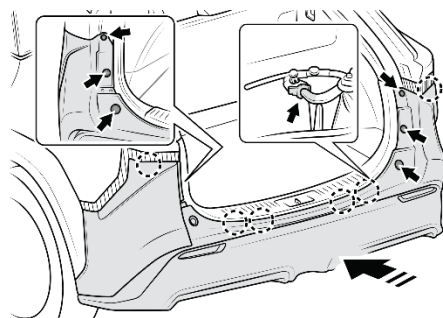
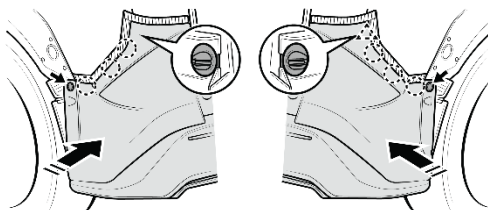

Fig. 16-1
Fig. 16-2
- (a) Rebrancher le faisceau de câblage du système de freinage d'aide au stationnement   ent. (Fig. 16-1)
- (c) Réengager toutes les agrafes en poussant l'ensemble de pare-chocs vers l'avant. (Fig. 16-1)
- (d) Remettre en place les 4 vis (2 à gauche, 2 à droite) aux emplacements intermédiaire et inférieur. (Fig. 16-1)
- (e) Remettre en place les 2 goupilles-poussoirs supérieures (1 à gauche, 1 à droite). (Fig. 16-1) (Réengager les agrafes sur le côté du pare-chocs en poussant dans le sens de la flèche. (Fig. 16-2)
- (f) Remettre en place les 2 goupilles-poussoirs (1 à gauche, 1 à droite) indiquées en rouge. (Fig. 16-2)